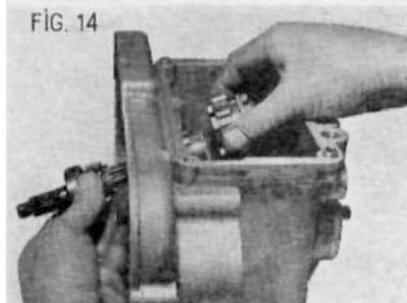

FIG. 14
- Sortir l'arbre primaire 25 avec son roulement 23 par l'extérieur, tandis que le pignon baladeur à crabots 31 sera sorti par l'intérieur (fig. 14).